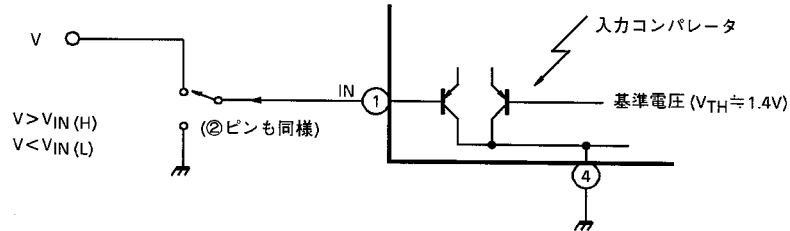

図 1
(1) 入力信号の入力方法
TA7257P の 2 つの入力端子 (①ピン、②ピン) は図 1 のように PNP 差動入力のコmpレータの入力に接続されています。コンパレータの他方入力には内部の基準電圧発生回路により作られた温度補償された基準電圧に接続されており、この電位をスレッシュホールドとして入力の“H”または“L”レベルが決定されます。